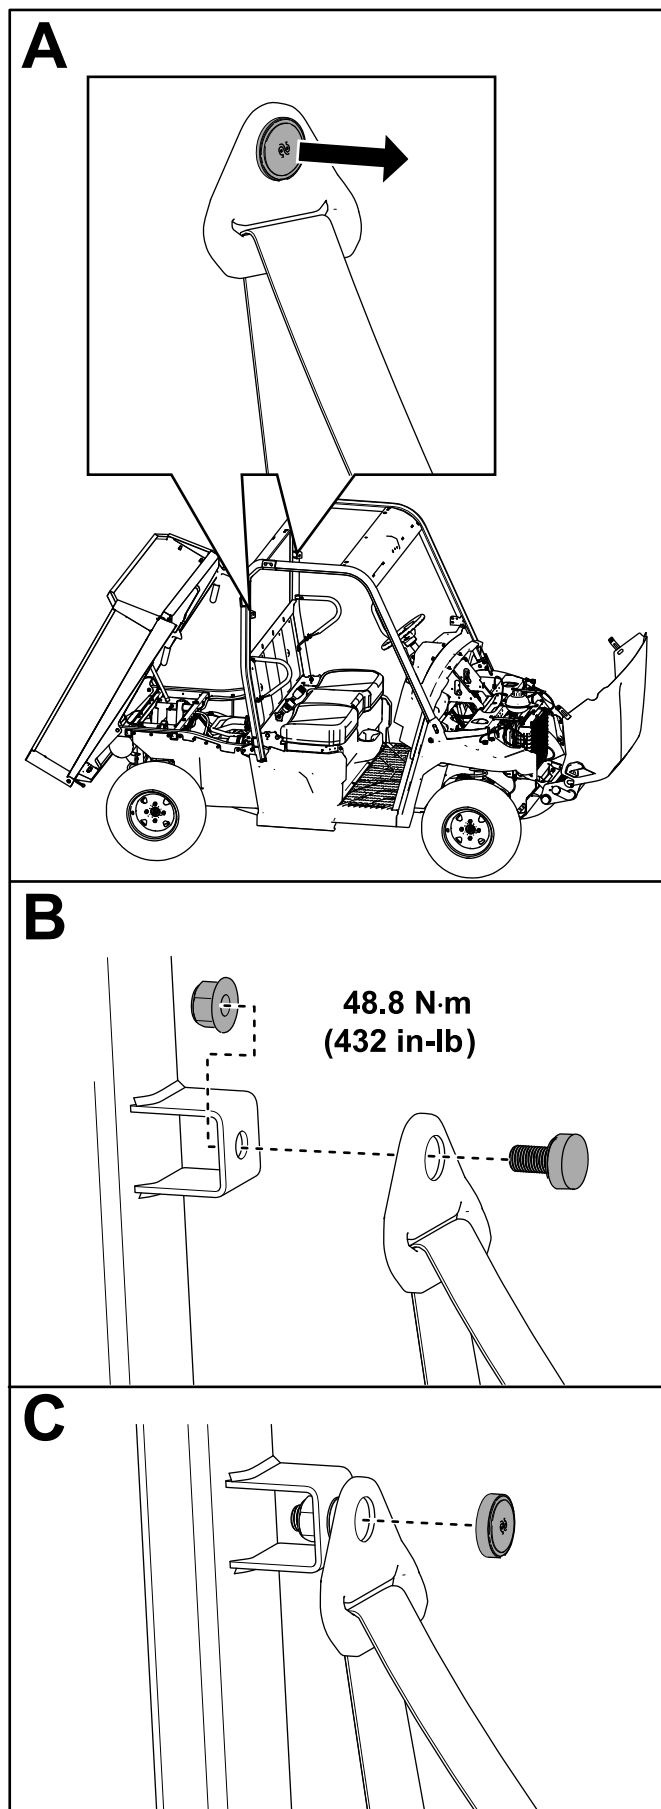

Figura 22
- A. Retire el tapón de la parte superior del cinturón de seguridad (Figura 22).
contratuercas (7/16"), tal y como se muestra en la Figura 22.
Apriete la contratuercas (7/16") a 48,8 N·m, tal y como se muestra en la Figura 22.
- C. Instale el tapón (Figura 22).